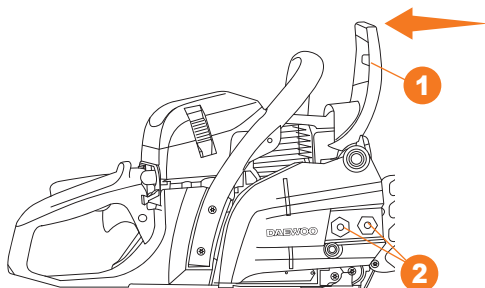

Рис. 4
- Установите тормоз цепи **1** в нерабочее положение, для этого потяните его на себя в направлении к передней рукоятке. Открутите гайки фиксации боковой крышки **2** против часовой стрелки и снимите боковую крышку (Рис. 4).